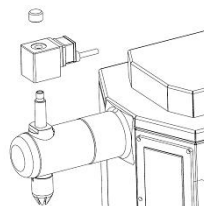

fig. 16
- Svitare il dado zigrinato dell'elettrovalvola. Sfilare verso l'alto la bobina e lasciarla penzolare al cavo. (fig. 16)
- Posizionare la bobina e il dado zigrinato sull'unità terminale superiore (fig. 16, pagina 24) e serrare il dado. Rimontare il beccuccio di guarnitura.